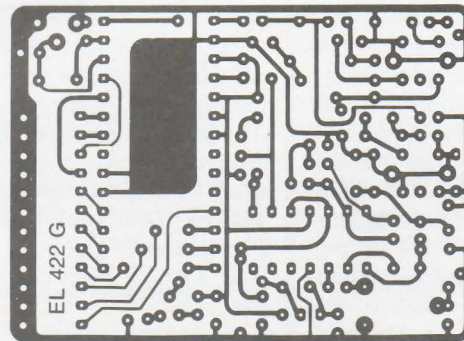

Figure 9
Les figures 9 et 10 donnent le tracé du circuit imprimé et l'implantation des composants sur le module dont la forme rectangulaire s'adapte mieux dans les émetteurs, et dont les dimensions ont été réduites au maximum. On montera le 145151 sur un support d'excellente qualité pour ne pas avoir de défaillance de contact (ce qui est le cas pour tous les supports où les broches et pinces sont fines et peu solides) ; tous les composants sont de taille réduite, notamment les résistances qui peuvent être d'1/8 de watt et les capacités des disques céramique ou gouttes tantale isolées à 12 volts pour rester de petites dimensions.
Attention également au branchement de IC2 (3) suivant que l'on désire une modulation FM normale ou inversée : la figure 9 donne l'implantation des composants pour la modulation inversée ; si l'on désire inverser l'ampli pour le cas de la modulation normale, on tourne R11 de 90° dans le sens inverse des aiguilles d'une montre, pour rejoindre le trou (à élargir un peu) dans lequel péné-